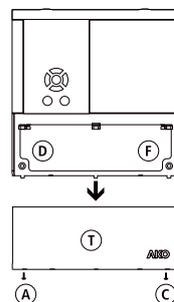

FIG.1a
- Togliere lo sportello T dall'apparecchio (fig. 1a o fig. 1b).
- Inserire ed avvitare le viti D, E ed F (fig. 1a o fig. 1b).
- Dopo aver collegato i cavi, seguendo lo schema elettrico, chiudere lo sportello T e poi inserire ed avvitare le viti A, B e C (fig. 1a o fig. 1b).